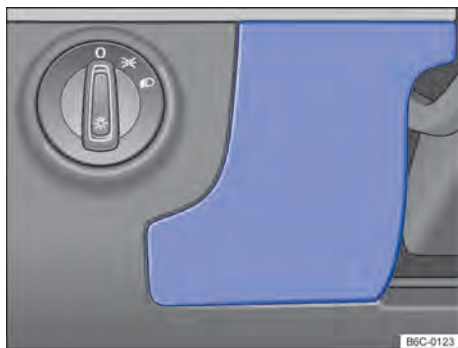

Fig. 192 No lado do condutor do painel de instrumentos: cobertura da caixa de fusíveis.
- Segurar a cobertura da caixa de fusíveis → Fig. 192 e puxar para frente.